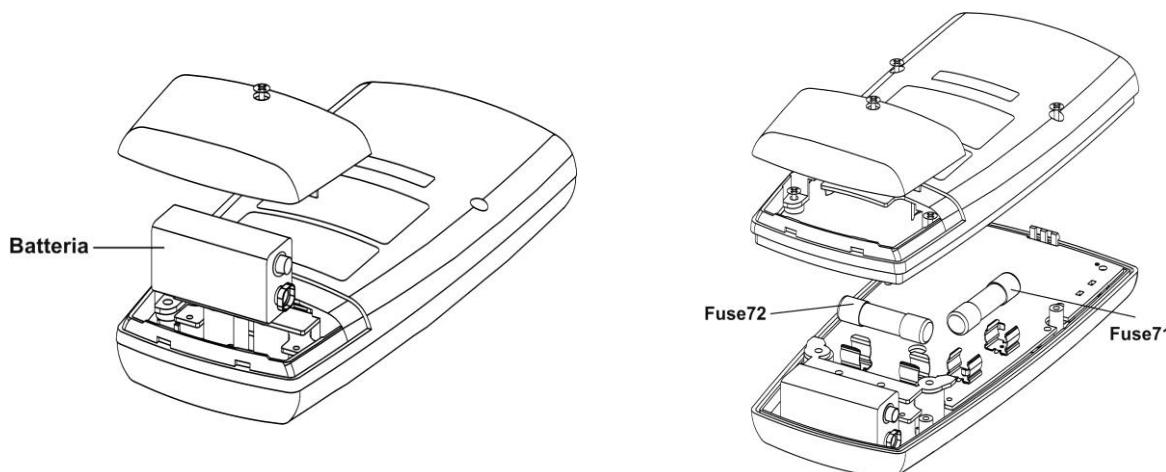

Fig. 11: Substituição da bateria e fusíveis internos
3. Desapertar o parafuso de fixação do alojamento da bateria, e extraír a bateria (ver Fig. 11).
3. Desapertar o parafuso de fixação do alojamento da bateria e os quatro parafusos de fixação do invólucro posterior (ver Fig. 11)